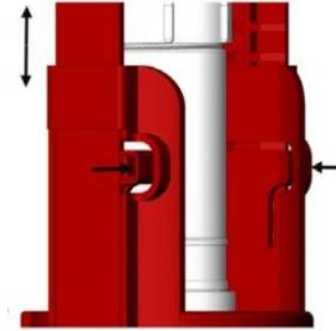

Рис. 4
- 11.1. Чтобы отрегулировать спускную арматуру по высоте, необходимо отсоединить тягу 8, от хомута 10. Затем нажать на фиксаторы опоры 15 и перемещением стойки 9 вверх-вниз (см. рис.4) добиться необходимого зазора.